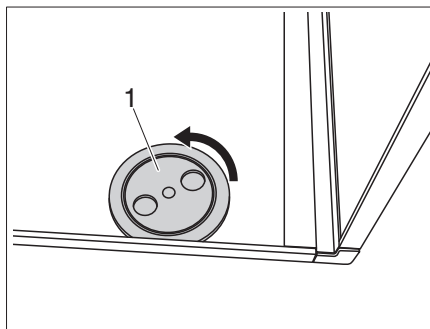

Figure 26 Retirer les couvercles
- Dévisser les couvercles (Figure 26, 1) à gauche et à droite au niveau des fixations.